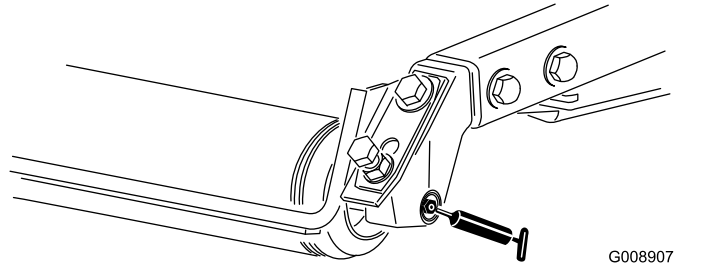

Bild 48
- Heckrollenlager (2 pro Schneideinheit)—Bild 48